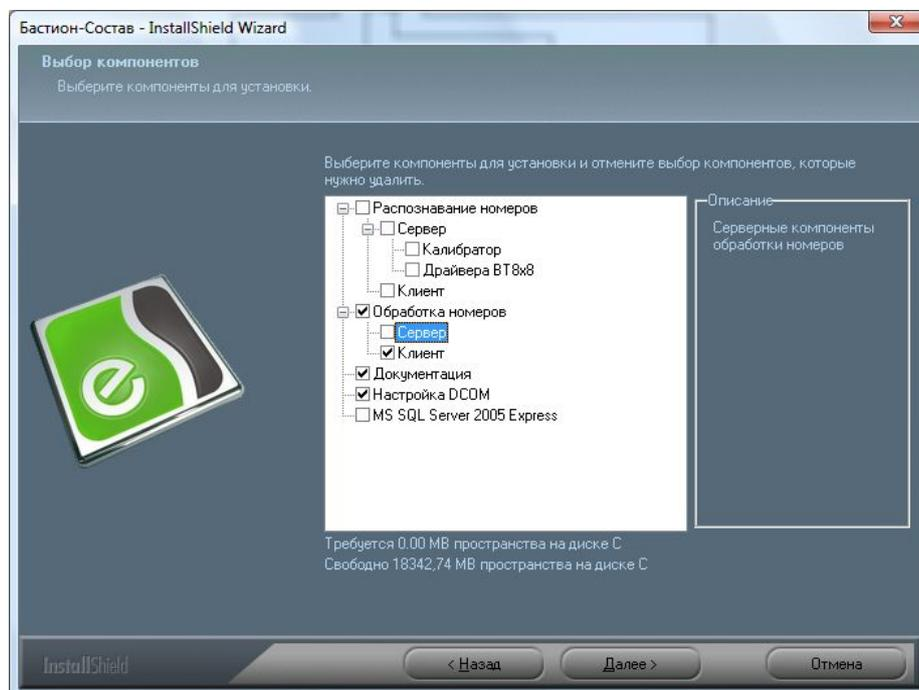

Рис. 6 Установка клиента сервера обработки номеров
1. Выбрать клиентские компоненты сервера обработки номеров (Рис. 6).